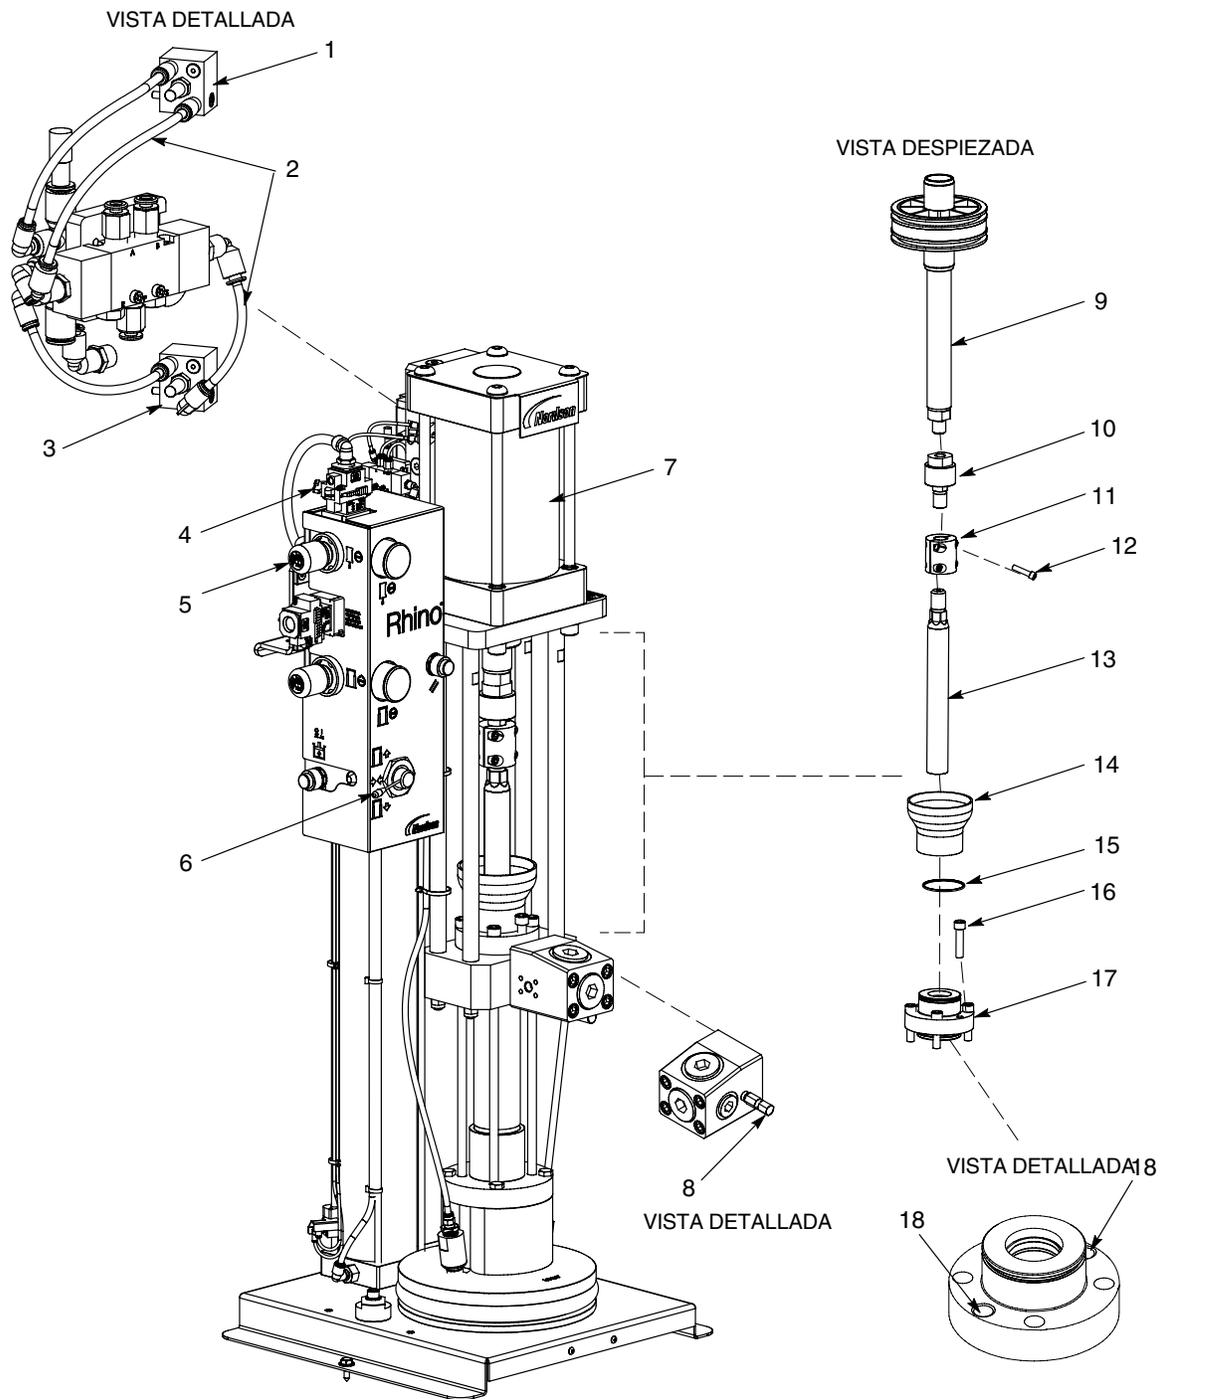

Figura 1 Extracción de la empaquetadura
Ver la figura 1.
9. Ver la figura 1. Volver a conectar la línea de aire de salida (2) al sensor magnético inferior (3).